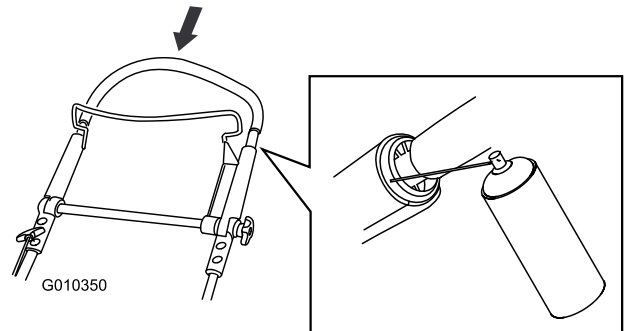

Figure 44
2. Abaissez complètement la partie supérieure du guidon et pulvérisez la surface en plastique intérieure de la poignée extérieure (Figure 44).